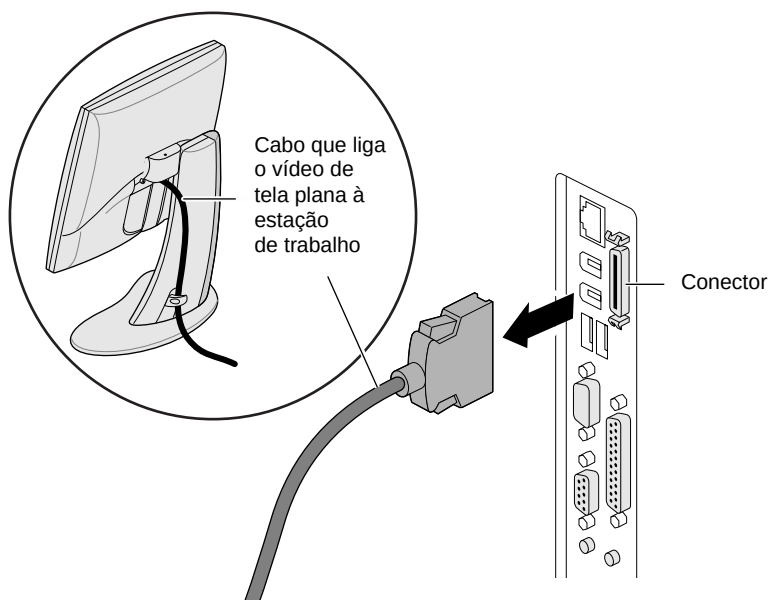

Figura 5-11 Removendo o cabo que liga o vídeo de tela plana à estação de trabalho
6. Desconecte da parte posterior da estação de trabalho visual da Silicon Graphics 540 o cabo da tela plana. Veja a Figura 5-11.